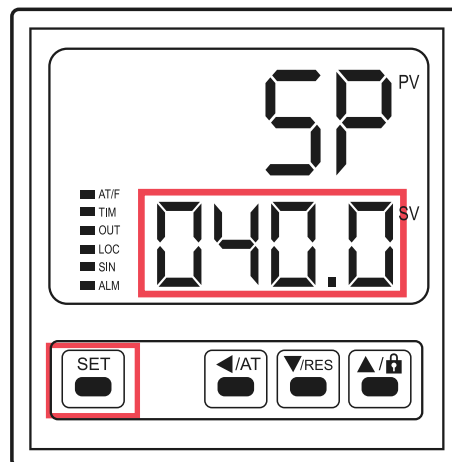

Figura 6. Definir temperatura
**3. Definir la Temperatura.** Presione el botón “SET”. Programe la temperatura deseada utilizando los botones: de desplazamiento (◀), de disminución (▼) y de aumento (▲). Después, oprima 2 veces “SET” para confirmar los parámetros (Figura 6).